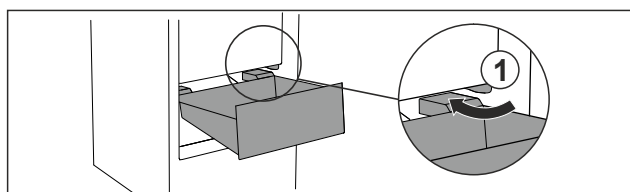

Fig. 94
- Far passare il cassetto intorno ai fermi Fig. 94 (1) inclinandolo.